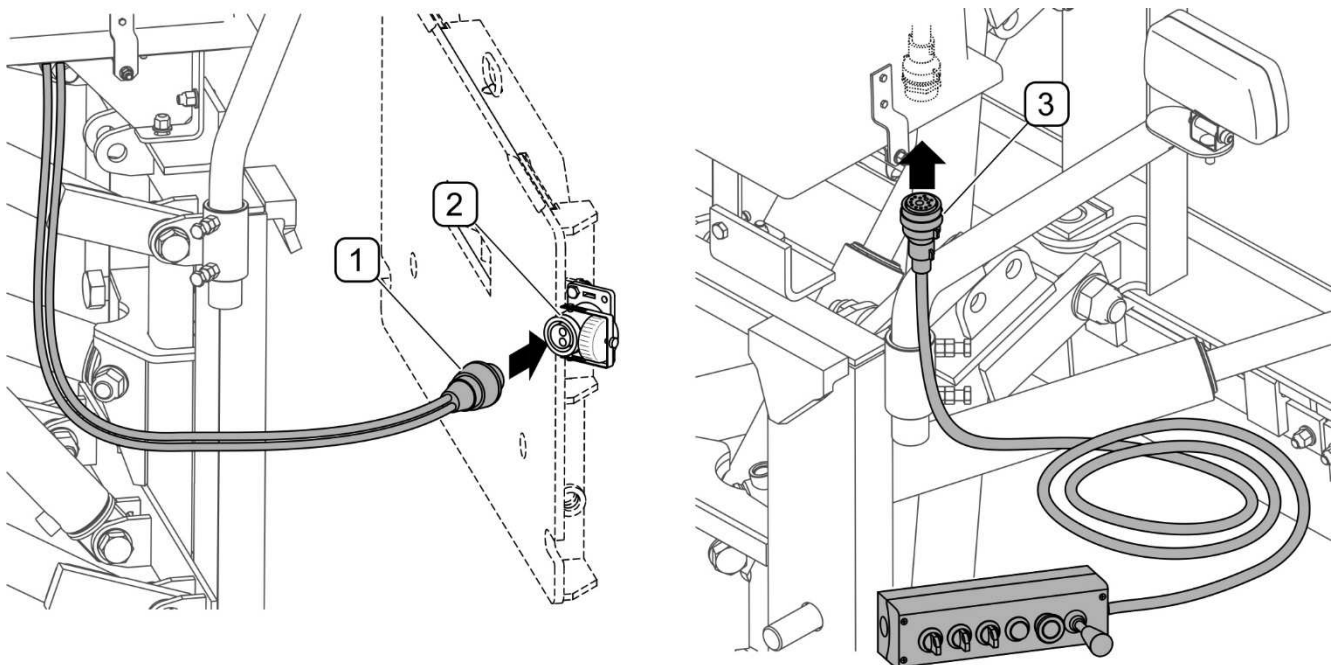

FIGURE 4.2 Connexion du panneau de commande et de l'alimentation électrique du système électrique (*commande électro-hydraulique*)
- 1) Approcher le porteur vers le système de suspension du chasse-neige à une distance d'environ 30 cm et immobiliser le véhicule avec le frein de stationnement. Connecter la fiche (1) d'alimentation du chasse-neige à la prise (2) à l'avant du porteur (FIGURE 4.2). Connecter la fiche (3) du panneau de commande à la boîte de l'alimentation électro-hydraulique. Conserver le bouchon de la prise multi-broches.